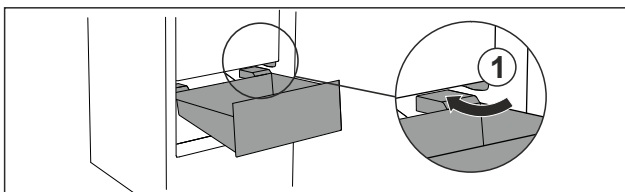

Fig. 72
- ▶ Guider le tiroir en biais en contournant les butées Fig. 72 (1).